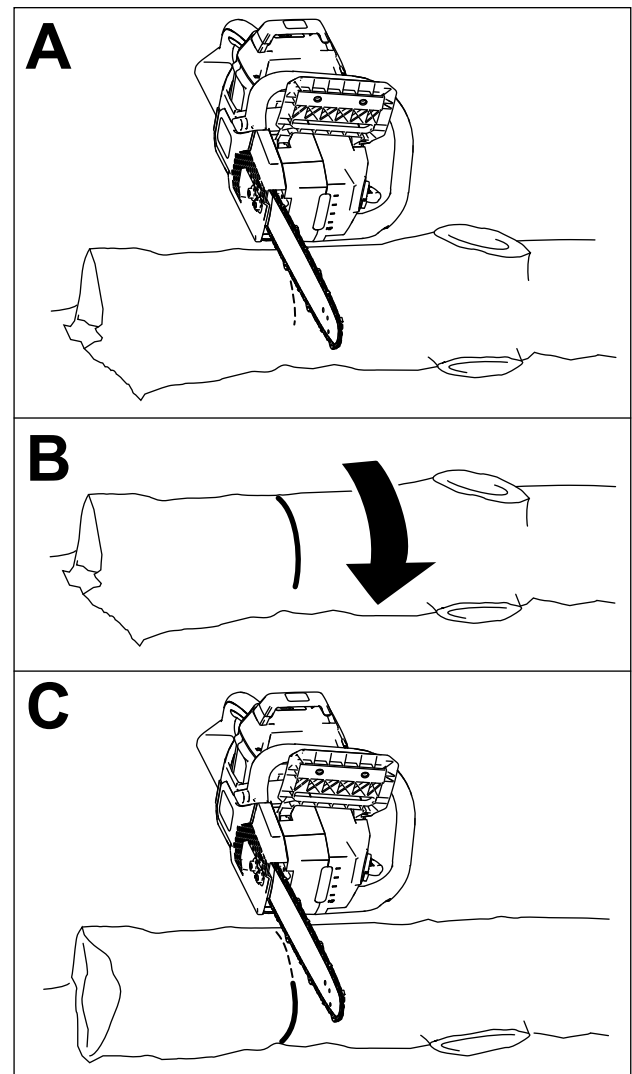

Figure 23
- Si la bille repose sur toute la longueur à plat sur un sol de niveau, sciez un tiers du diamètre en partant du haut, puis faites rouler la bille pour exposer le dessous et pratiquez une autre coupe pour rejoindre la première (Figure 23).